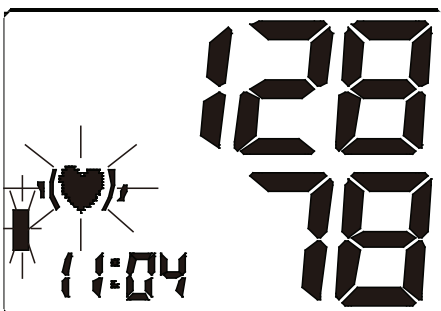

Figura 6-4
- El dispositivo infla el brazalete hasta crear una presión suficiente para la medición. Luego libera lentamente el aire del brazalete y realiza la medición. Finalmente calcula y visualiza por separado en la pantalla LCD la presión sanguínea y la frecuencia cardíaca. Si se obtiene un latido irregular, la pantalla empezará a parpadear. Véase figura 6-4 & 6-5. El resultado será guardado automáticamente en la unidad de memoria corriente,